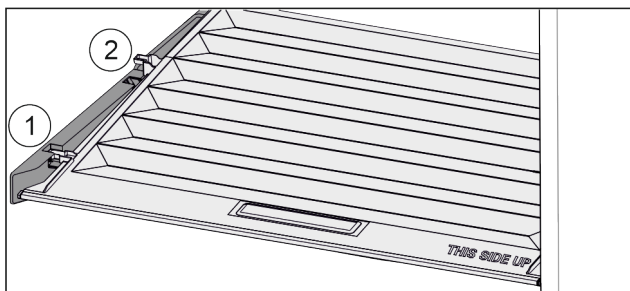

Fig. 150
- ▶ Deckel bis zur Öffnung in den Halteteilen nach vorne ziehen Fig. 150 (1).
- ▶ Hinten von unten anheben und nach oben wegnehmen Fig. 150 (2).